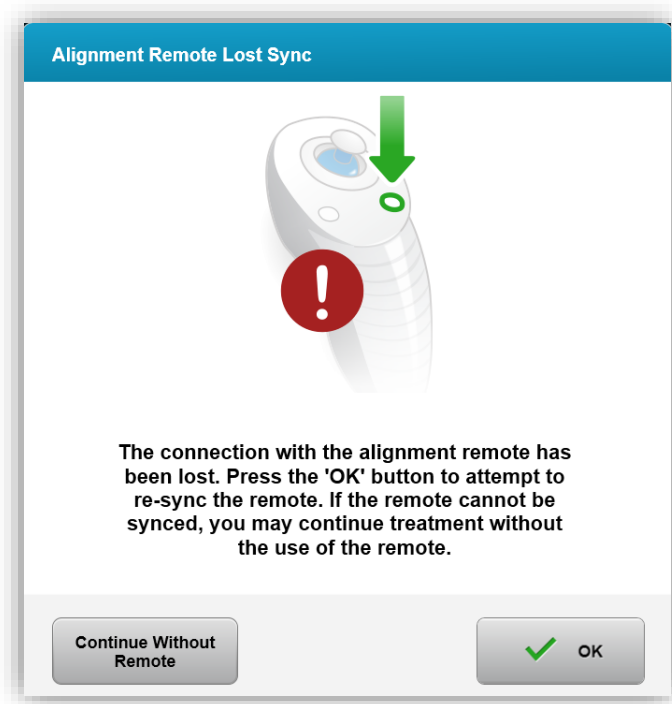

Figura 3-20. Agotado el tiempo del proceso de sincronización (Sync Process Timed Out)
- Si no se presiona el botón de sincronización dentro del plazo de 15 segundos, aparecerá el mensaje “Sincronización perdida con el mando de alineación” (Alignment Remote Lost Sync) en la pantalla, tal como se muestra en la figura 3-20.
- Pulse “Aceptar” (OK) para tratar de volver a sincronizar el mando, o elija “Continuar sin el mando a distancia” (Continue Without Remote).